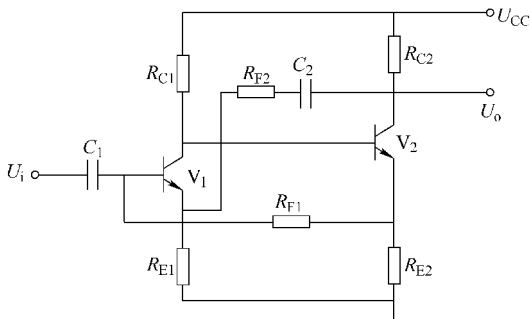

图 3-3 负反馈电路
19. 如图 3-3 所示， C_2 、 R_{F2} 组成的反馈支路的反馈类型是（ ）。